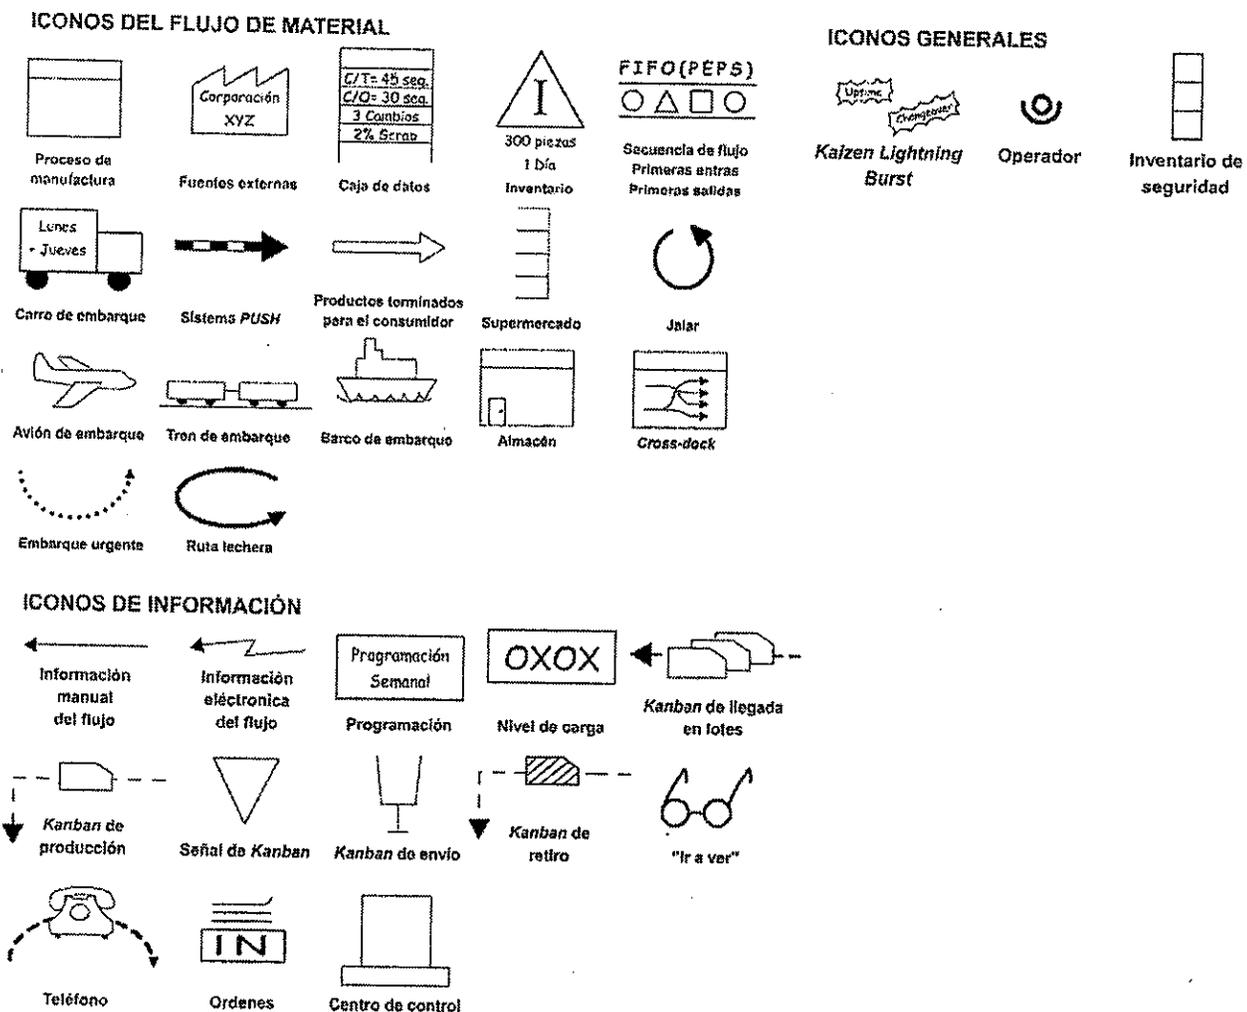

FIGURA 5.7. Iconos del mapeo del proceso.
3. Utilizar los iconos para dibujar el estado actual del proceso, listando los principales procesos, equipos, proveedores, clientes, control de la producción y de los subcontratistas (*outsourcing*). A continuación se tiene una lista de iconos a utilizar (Figura 5.7).